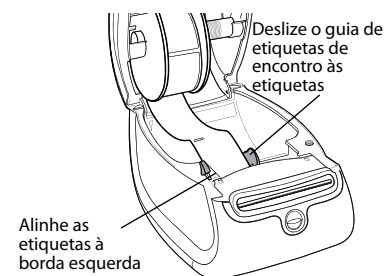

Figura 4
- As etiquetas devem ser colocadas com a borda esquerda junto à borda esquerda da abertura de alimentação de etiquetas. Consulte Figura 4.
- 7 Alinhe a borda esquerda da etiqueta à borda esquerda da abertura de alimentação de etiquetas e, em seguida, insira a etiqueta na ranhura. Consulte Figura 4.
8 (Somente 450, 450 Turbo, Duo e Twin Turbo) Deslize a guia da etiqueta para a esquerda até que ela fique alinhada à lateral direita da etiqueta. Consulte Figura 4.